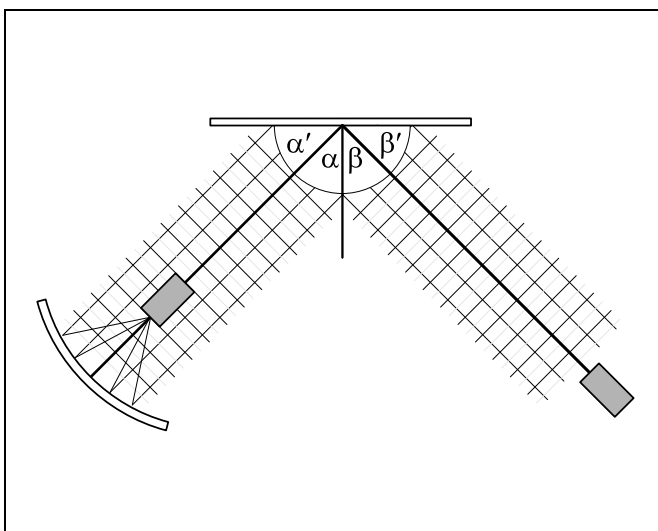

Fig. 1 Reflexion von ebenen Ultraschallwellen an einer Planfläche
Ziel des Versuchs ist der Nachweis, daß das Reflexionsgesetz „Einfallswinkel = Ausfallswinkel“ auch für Ultraschallwellen gilt. Als Ausfallswinkel wird der Winkel zwischen Lot und Richtung maximal reflektierter Intensität definiert (siehe Fig. 1).
- Anordnung auf $\alpha + \beta = 180^\circ$ stellen (siehe Fig. 1).
- festen Winkel $\alpha' = 45^\circ$ (siehe Fig. 1) einstellen.
- Winkel β' (siehe Fig. 1) von 30° bis 60° in Schritten von 1° variieren und Spannungsamplitude des Empfängersignals messen.